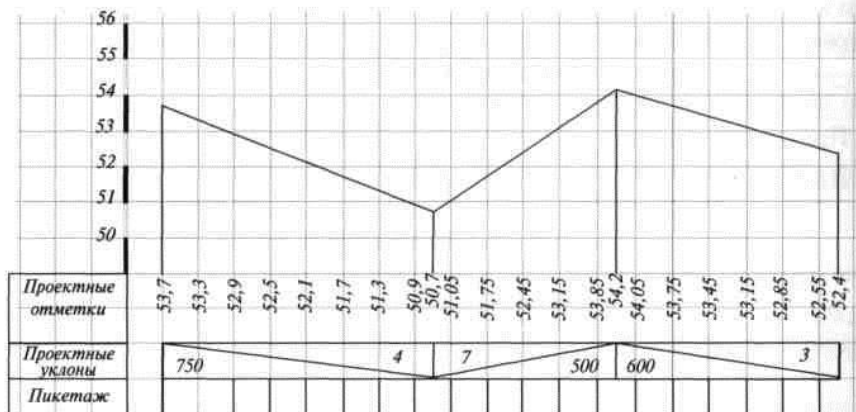

Рис. 23
3. Вычерчиваем профиль (рис. 23).